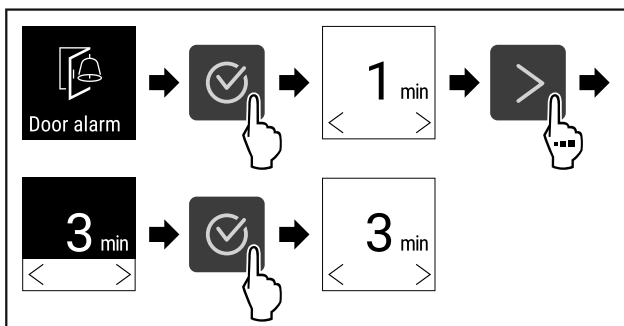

Fig. 40
- ▶ Wykonać czynności (patrz Fig. 40).